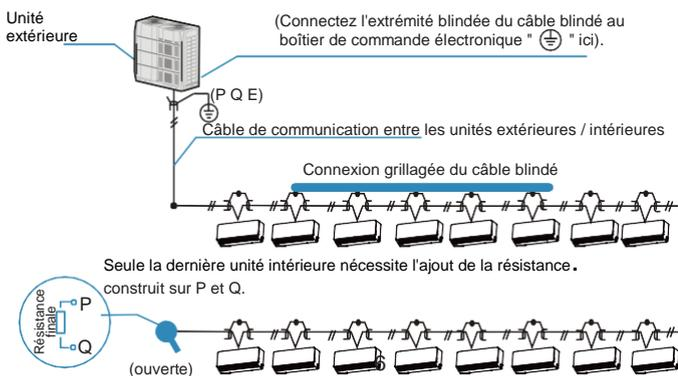

Figure 6.6
- Le câblage de communication entre les unités intérieures et extérieures doit connecter une unité après l'autre en chaîne, de l'unité extérieure à la dernière unité intérieure, et la couche blindée doit être correctement mise à la terre, et une résistance doit être ajoutée à la dernière unité pour améliorer la stabilité du système de communication (voir figure 6.6).